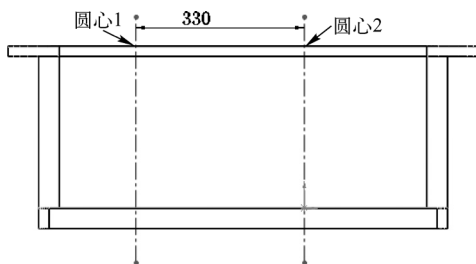
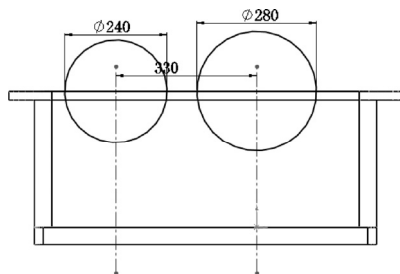

图 9-50 绘制草图绘制的基准中心线
图 9-51 创建轴承安装凸台草图圆
① 设置基准面。选择下箱体壳体内表面，然后单击“前导视图”工具栏中的“正视图”按钮，将该表面作为绘制图形的基准面，新建一张草图。
② 绘制轴承安装凸缘草图。
① 绘制中心线。选择菜单栏中的“工具”→“草图绘制实体”→“中心线”命令，或单击“草图”控制面板中的“中心线”按钮，绘制两条中心线作为草图绘制基准，一条通过下箱体中心，垂直于装配凸缘表面；另一条中心线与第一条中心线平行并标注尺寸，如图 9-50 所示。
② 绘制圆。选择菜单栏中的“工具”→“草图绘制实体”→“圆”命令，或单击“草图”控制面板中的“圆”按钮，分别以图 9-50 中的圆心 1、圆心 2 为圆心画圆，并设置直径尺寸分别为 240mm、280mm，如图 9-51 所示。